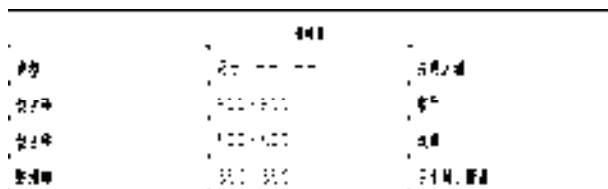

图 8-117 打开素材
1) 按〈Ctrl+O〉组合键，打开配套光盘提供的“第 8 章/8.4.12 单元合并.dwg”素材文件，结果如图 8-117 所示。